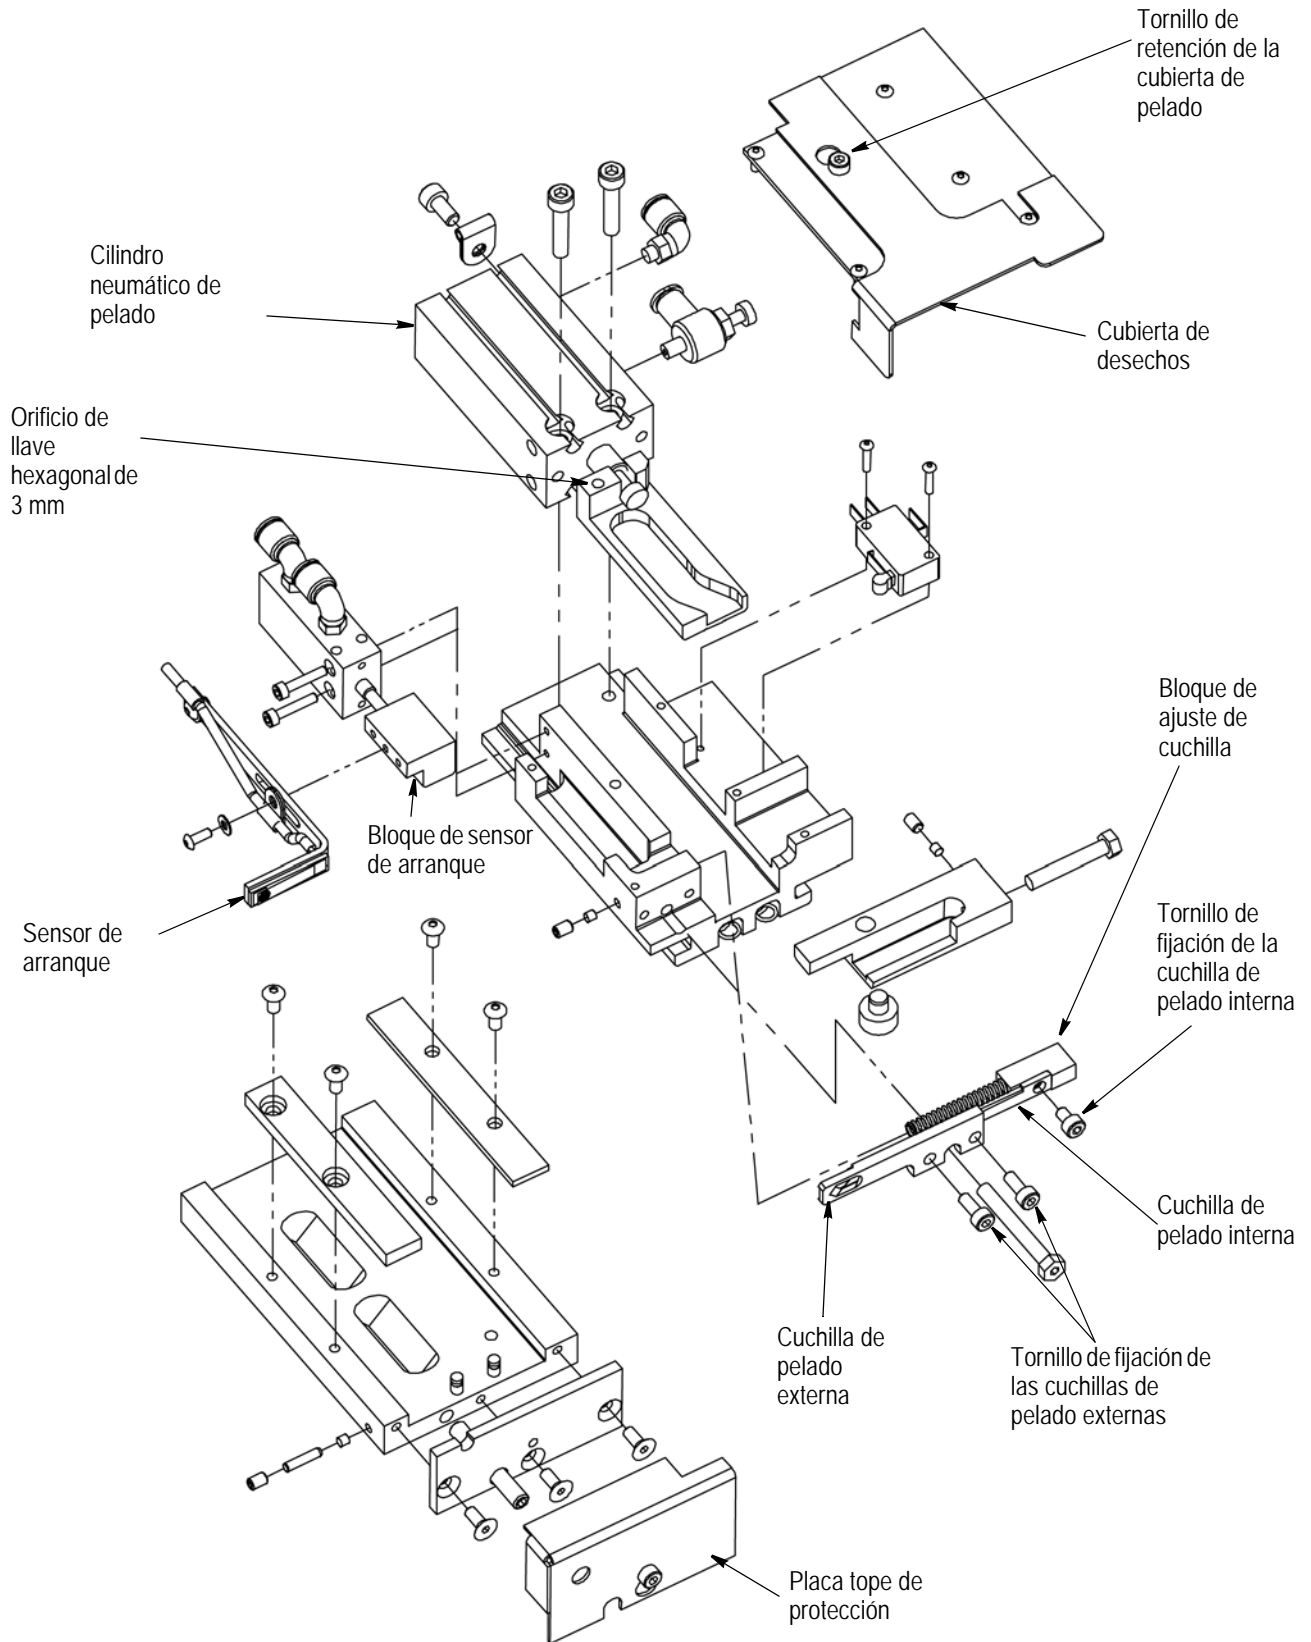

Figura 17
9.1. Sustitución de la cuchilla de pelado (Figura 17)
9.2. Sustitución del conjunto del sensor de arranque (Figura 17)